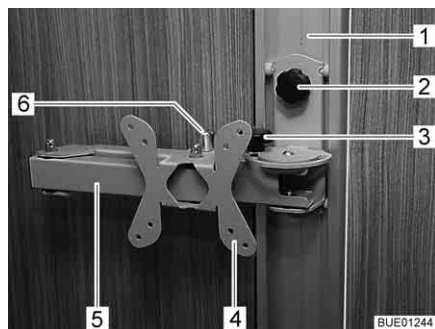

Fig. 49 Soporte sobre riel
- Soltar el tornillo de torniquete (Fig. 49,2) y desplazar el soporte (Fig. 49,4) del riel (Fig. 49,1) hasta la altura deseada.
- Aflojar el tornillo de torniquete (Fig. 49,3).
- Tirar del botón de desbloqueo (Fig. 49,6). El brazo articulado (Fig. 49,5) estará desbloqueado.
- Volver a apretar el tornillo de torniquete (Fig. 49,3).
- Girar la pantalla plana de regreso a la posición inicial hasta que el brazo articulado (Fig. 49,5) engatille en el bloqueo de forma audible.
- Soltar el tornillo de torniquete (Fig. 49,2), desplazar el soporte (Fig. 49,4) hasta la altura deseada, y volver a apretar el tornillo de torniquete.